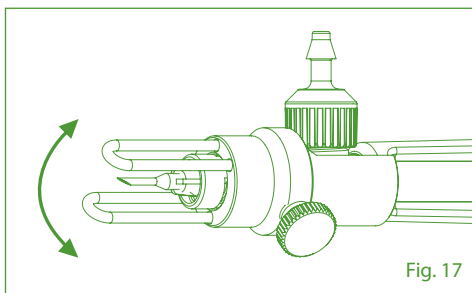

Fig. 17
5. Regolare l'angolo in base alla necessità (Fig. 17).
5. Ajuste o ângulo conforme necessário (Fig. 17).